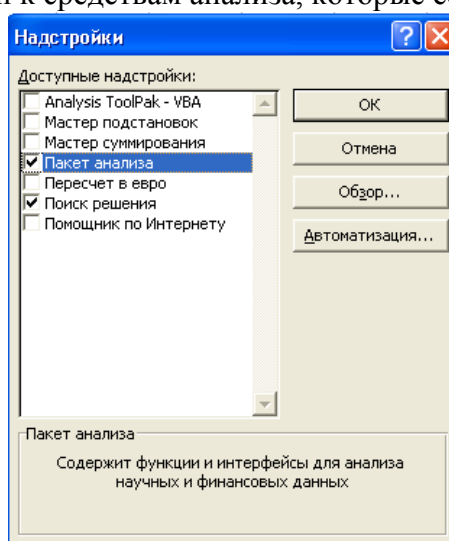

Рис. 1. Для активизации надстройки Пакета анализа следует установить соответствующий флажок
2. В диалоговом окне Надстройки (рис. 1) установите флажок Пакет анализа.